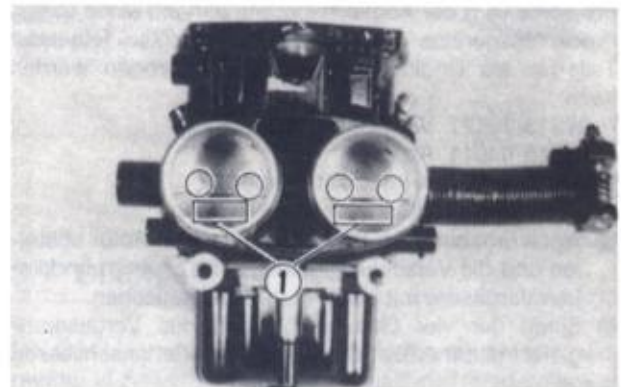

Bild 77
- Die Drosselklappen müssen so eingebaut werden, dass die Kennnummer nach unten weist (Bild 77). Gewindebindemittel auf die Gewindeteile der Drosselklappenbefestigungsschrauben auftragen und sorgfältig festziehen.